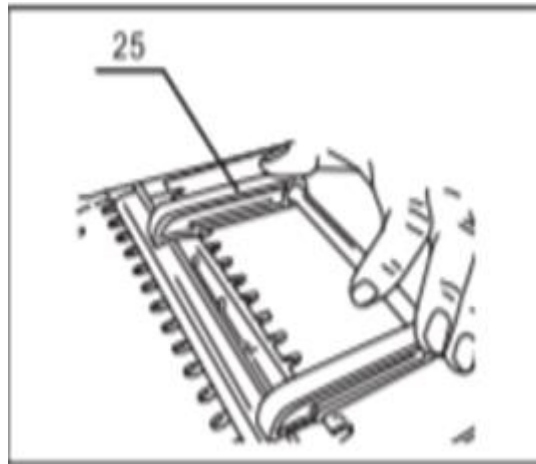

Рис. 11
- Вставьте новые ножи в режущий блок, нажмите на указатель положения лезвия (25) одной рукой и затяните натяжные винты повернув их против часовой стрелки с помощью прилагаемого одностороннего гаечного ключа. Рис. 11.